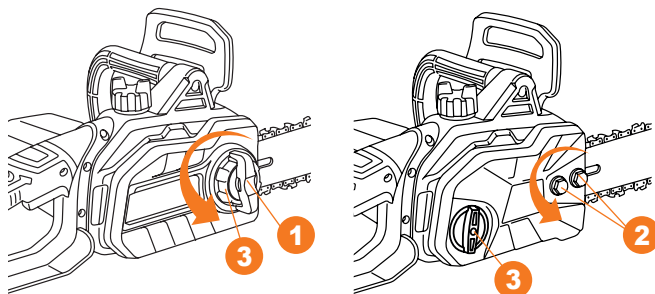

Рис. 3
- Снимите боковую крышку открутив ручку **1 DACS 1950E** или болты **2 DACS 1900E** фиксации против часовой стрелки (Рис. 3).